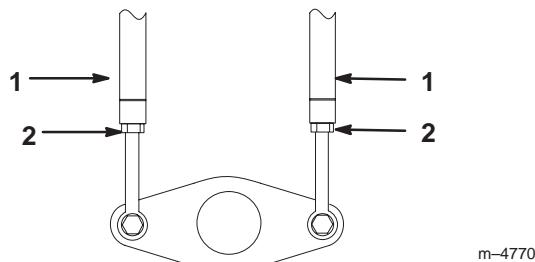

Bild 26
5. Lockern Sie die Klemmmuttern an den Zugstangen unter dem Armaturenbrett (Bild 26).